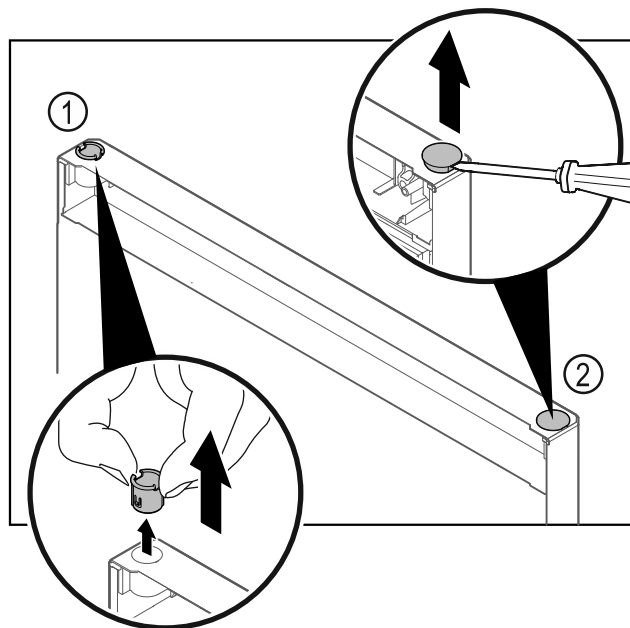

Fig. 26
- ▶ Pouzdro závěsu Fig. 26 (1) vytáhněte prsty.
- ▶ Krycí zátka Fig. 26 (2) opatrně nadzvedněte plochým šroubovákem a vytáhněte.